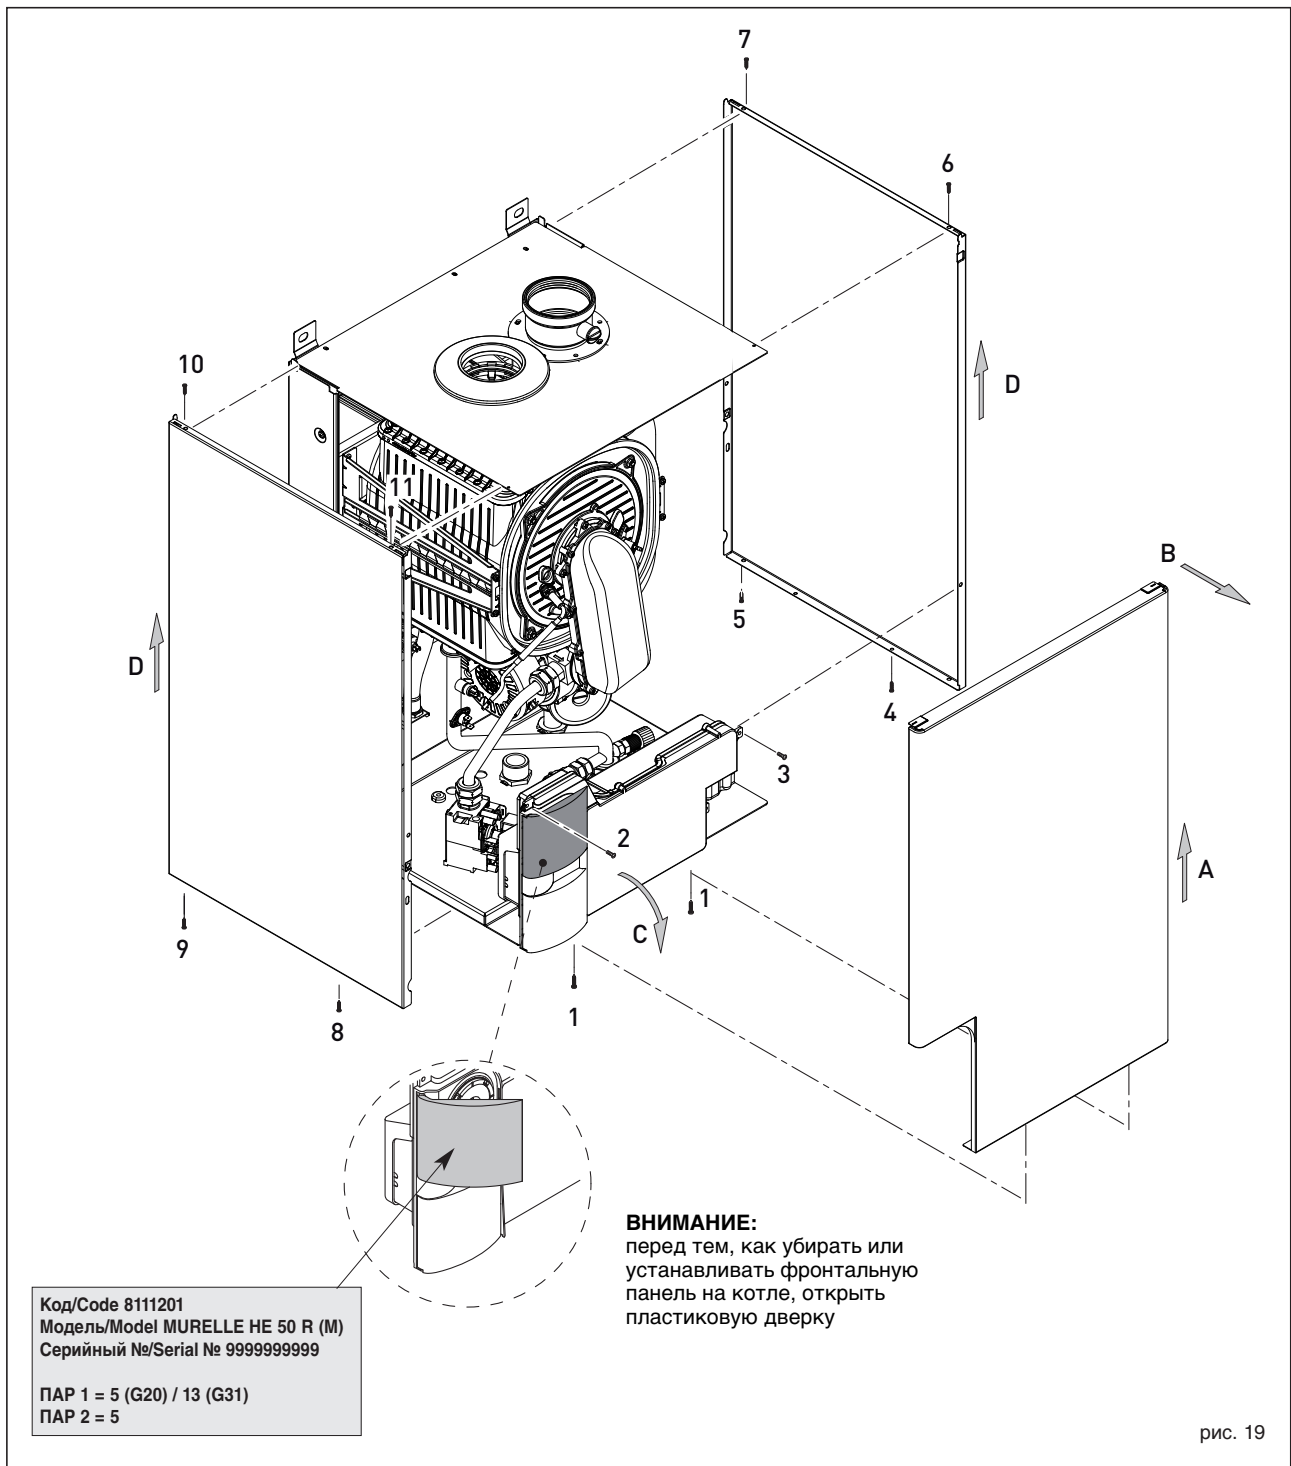

рис. 19
4.4 ДЕМОНТАЖ ТАГКОЖУХА (рис. 19)
Для более удобного техобслуживания котла, кожух может быть полностью демонтирован, как показано на рис. 19. Повернуть панель управления вперёд, чтобы получить доступ к внутренним компонентам котла.